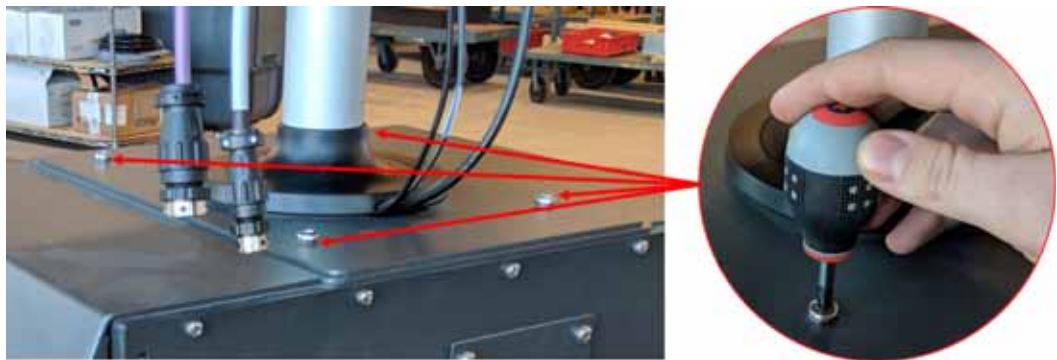

Figura 15-22 Rimuovere le viti dell'interfaccia operatore
4. Usare un cacciavite Phillips #4 per rimuovere le quattro viti che fissano l'interfaccia operatore alla parte superiore del mainframe. Consultare la Figura 15-22.